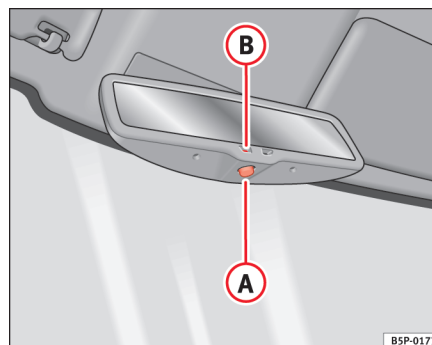

Fig. 89 Bakspejl med automatisk afblænding
- Tryk på knappen **A** ⇒ fig. 89. Kontrollampen **B** slukker.
- Tryk på knappen **A** ⇒ fig. 89. Kontrollampen lyser.